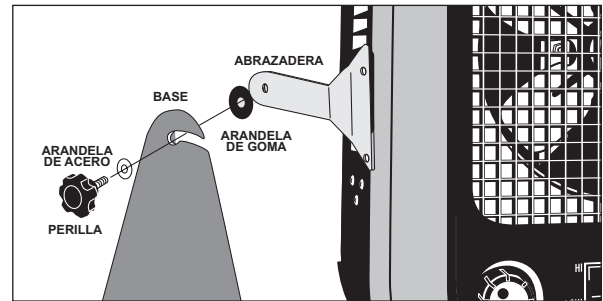

Figura 2
3. Con el calentador en una superficie firme, deslice el soporte en cada eje de perilla entre las arandelas de acero y de caucho (consulte la figura 2).
4. Deslice el soporte en cada eje de perilla entre el acero y las arandelas de caucho (figura 2).